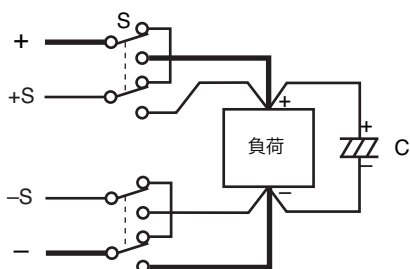

図 4-16 機械的スイッチによるオン/オフ
- 負荷に供給する電力線を機械的スイッチでオン/オフする場合には、**図 4-16** のようにセンシング線にもスイッチを入れて、電力線とセンシング線を同時にオン/オフしてください。機械的スイッチをオン/オフする前に、必ず **OUTPUT** スイッチまたは **POWER** スイッチをオフしてください。
本製品と負荷の間に入れられた機械的スイッチで負荷との接続をオン/オフする場合には、図 4-16 のようにセンシング線にもスイッチを入れて、負荷用電線とセンシング線を同時にオン/オフしてください。機械的スイッチをオン/オフする前に、必ず OUTPUT スイッチまたは POWER スイッチをオフしてください。